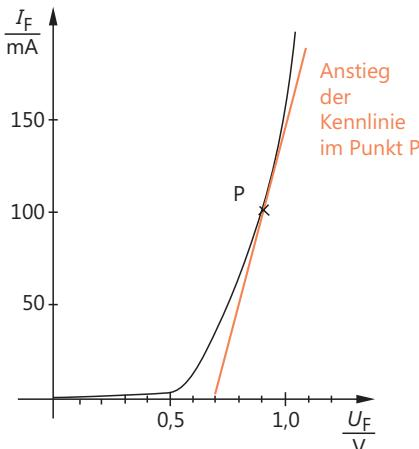

Bild 5.57
27. Bestimmen Sie aus der Kennlinie Bild 5.57 für den Punkt P den Gleichstromwiderstand  $R_F$  und den differentiellen Widerstand  $r_F$ .